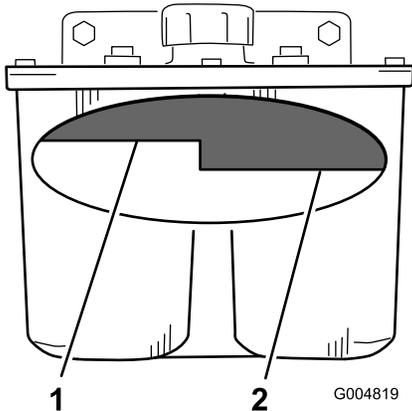

Figura 94
3. Limpie la zona alrededor del cuello de llenado del depósito de aceite hidráulico (Figura 94).
4. Retire el tapón del cuello de llenado y mire dentro para ver si hay fluido en el depósito (Figura 94).
**Nota:** El nivel de fluido debe llegar a la parte superior del nivel caliente del tabique cuando el fluido está caliente (Figura 94).